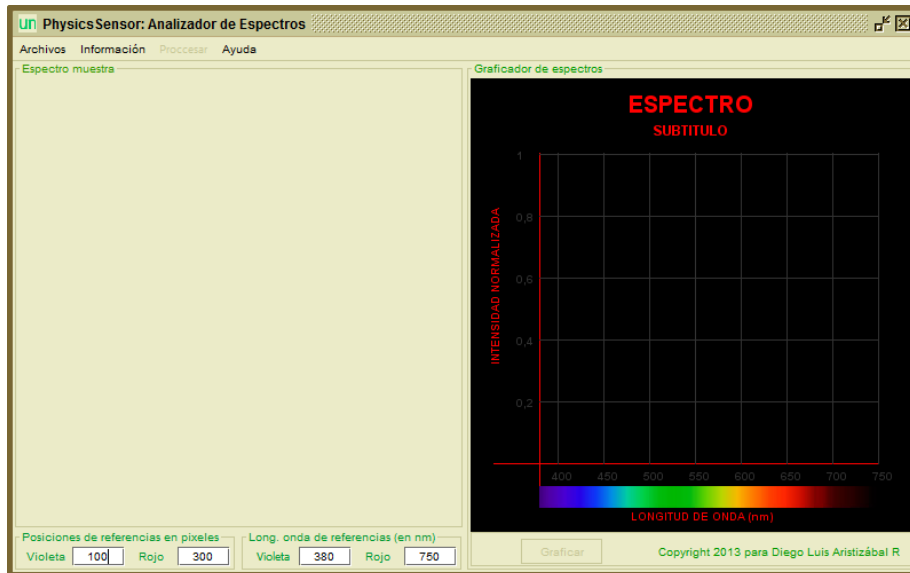

Figura 8.2: Ventana del módulo Analizador de Espectros de PhysicsSensor
- ✓ Ejecutar el programa **Sonometro** haciendo click en el botón correspondiente de la ventana principal de **PhysicsSensor**, Figura 1.1. Se despliega la ventana de la Figura 8.2.